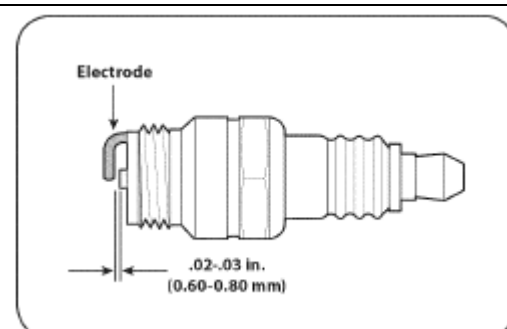

Рис. 20
1. Снимите колпак со свечи зажигания и с помощью свечного ключа отверните и извлеките свечу, (См. Рис. 20).
3. Измерьте искровой зазор с помощью проволочного щупа. При необходимости исправьте зазор, отогнув боковой электрод (См. Рис. 20). Искровой зазор должен составлять 0,02–0,03 дюйма (0,60–0,80 мм).